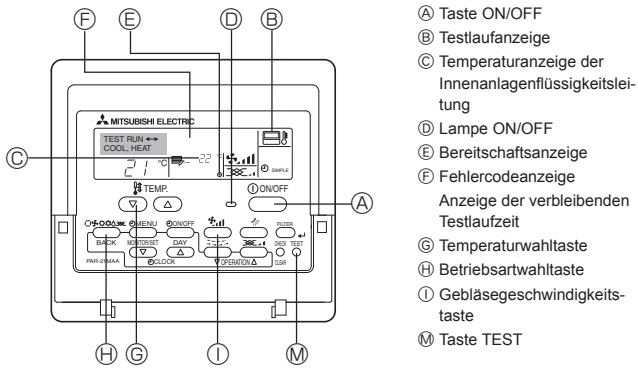

Fig. 9-2
9.2.2. Verdrahtete Fernbedienung (Fig. 9-2)
- ① Den Strom mindestens 12 Stunden vor dem Testlauf einschalten.
- ② Die [TEST]-Taste zweimal drücken. ➔ "TEST RUN"-Flüssigkristallanzeige (LCD)
- ③ Taste [Mode selection] (Wahl der Betriebsart) drücken. ➔ Vergewissern, daß Luft ausgeblasen wird.
- ④ Taste [Fan speed] (Luftgeschwindigkeit) drücken. ➔ Vergewissern, daß die Luftgeschwindigkeit eingeschaltet ist.
- ⑤ Den Betrieb des Gebläses der Außenanlage überprüfen.
- ⑦ Durch Drücken der Taste [ON/OFF] den Testlauf freigeben. ➔ Stopp
- ⑧ Speichern Sie eine Telefonnummer ein.